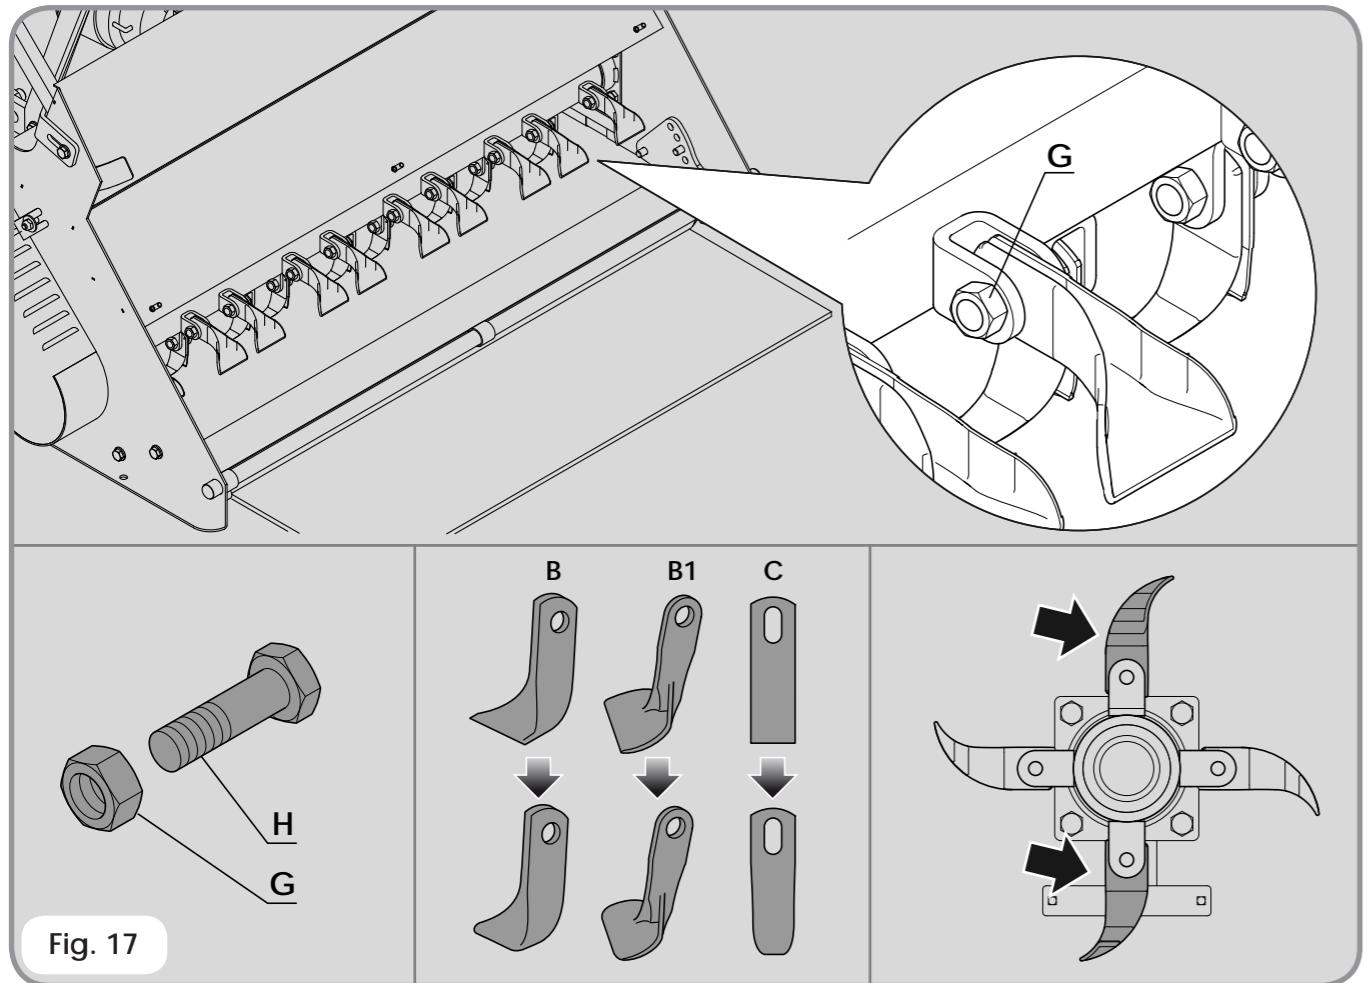

Fig. 17
- Svitare tutti i dadi ad aletta (D) se trouvant sur la porte (E).
- Ouvrir complètement la porte, jusqu'à avoir une vision parfaite du rotor (Voir **fig. 17**).
- Enfiler à la main, la goupille (G) qui bloque le boulon (H).
- Verificare le condizioni dei coltelli e sostituire quelli rotti o usurati con altrettanti originali (Voir **fig. 17**).
- Svitare tutti i dadi ad aletta (D) presenti sulla porta (E).
- Die Tür komplett, bis zur vollständigen Sicht der Messerwelle öffnen (siehe **abb. 17**).
- Mit Hände den Splint (G), welcher den Bolzen (H) blockiert einschalten.
- Verificare le condizioni dei coltelli e sostituire quelli rotti o usurati con altrettanti originali (siehe **abb. 17**).
- Unscrew all wing nuts (D) on door (E).
- Open completely the door until the complete flails shaft view (See fig. 17).
- With hands turn the spring (G) into the bolt hole (H).
- Check the flails conditions and change those broken or worn ones with new original ones (See fig. 17).
- Aprire completamente la porta fino alla completa visione dell'albero coltelli (Vedi fig. 17).
- Servendosi di una chiave appropriata, svitare i dadi (G) che bloccano le viti (H).
- Verificare le condizioni dei coltelli e sostituire quelli rotti o usurati con altrettanti originali (Vedi fig. 17).